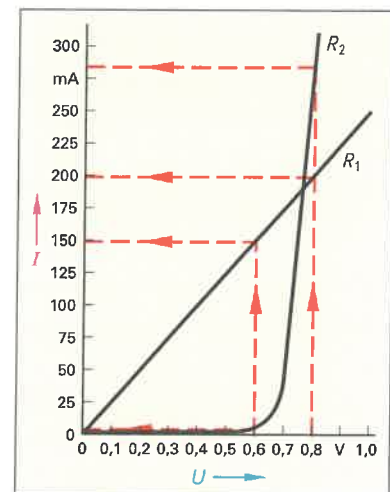

**Bild 3: Garten-Kabeltrommel**
9. Eine Heckenschere mit einer Stromaufnahme von 3 A wird mithilfe einer Garten-Kabeltrommel (**Bild 3**) mit 50 m Leitung an einer Schukosteckdose mit einer Spannung  $U_A = 224 \text{ V}$  am Anfang der Kabeltrommel betrieben. Auf der Kabeltrommel befindet sich eine Leitung H07RN-F mit  $3 \times 1,5 \text{ mm}^2$ . Berechnen Sie a) den Leitungswiderstand der Kabeltrommel und b) die Spannung  $U_E$  am Ende der Leitung.